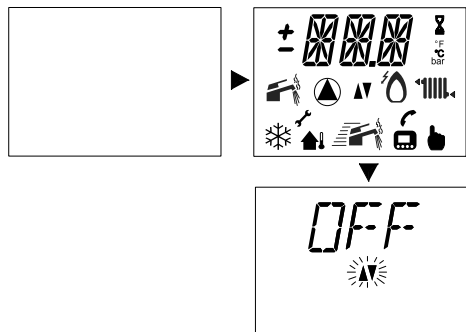

Fig. 6.5
- Dare alimentazione elettrica alla caldaia (interruttore bipolare). Tutti i simboli presenti nel LCD si accenderanno, successivamente comparirà l'indicazione **OFF**, come in Fig. 6.5.